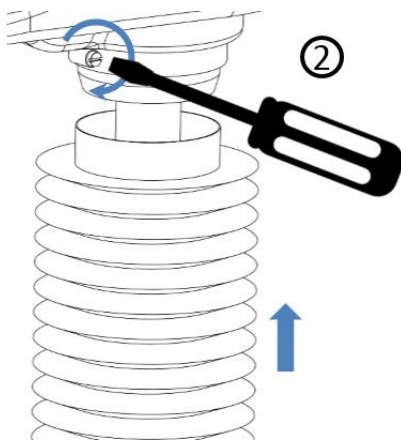

图 4-12 安装管箍和下端防护罩
- ② 安装防护罩和上方管箍，将管箍完全套在防护罩顶端后拧紧管箍的紧固螺钉，如图 4-12 所示。
- ③ 安装限位环，注意限位环螺钉不要锁紧。
- ④ 依次安装轴承、孔用弹性挡圈和轴承垫圈
- ⑤ 安装末端法兰。